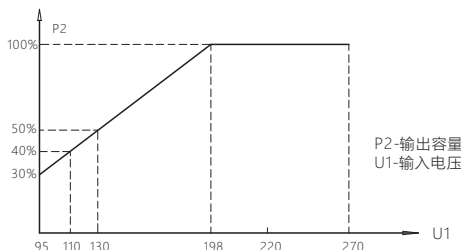

图1 输出容量曲线
输出容量与输入电压的关系见图1
当输入相电压低于198V时,产品的输出容量应参照图1按比例降容使用。
7.3.4 当稳压器输入的电源电压低于198V，必须按4.2和图1的要求按比例减小负载使用。